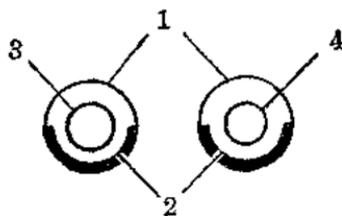

图 2
2. 目镜筒 做图 2 所示的目镜夹各两片。制法是：先在硬纸片上以目镜筒的外径(半径)作四个圆。再以目镜筒的内半径在其上作同心圆。再在其中两个圆中以目镜片的半径作第二次同心圆；而在剩下的两个圆中以略小于目镜片半径的尺寸作第二次同心圆。然后在每个圆上都任作一条直径。